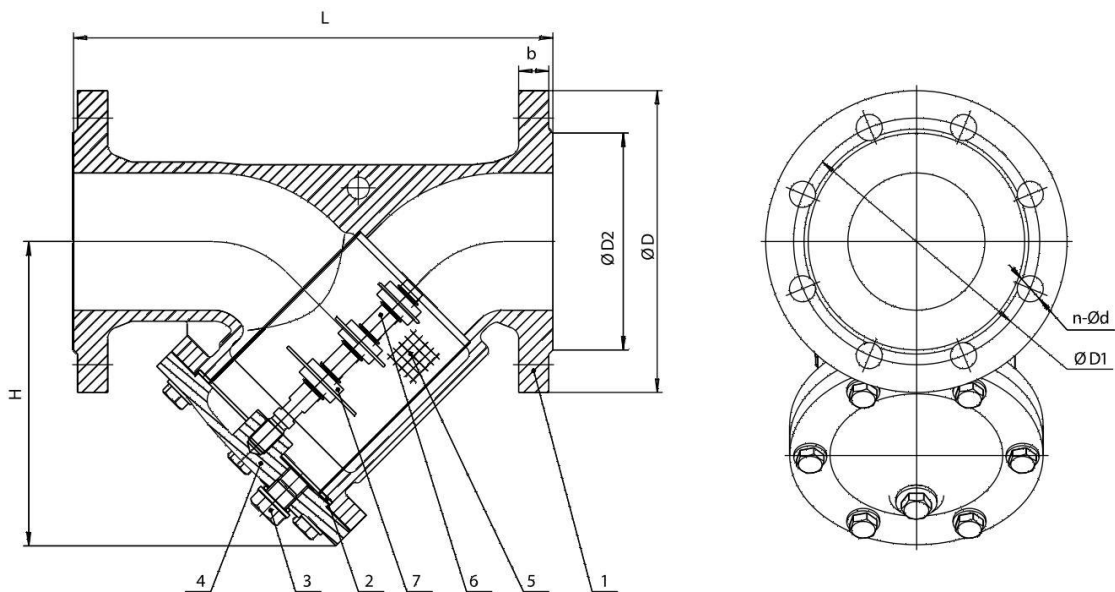

Рис. 1
1.3.1. Основные элементы конструкции фильтра приведены в табл.1, на рис.1.
1.3.2. Принцип действия фильтра основан на улавливании механических примесей внутренней поверхностью фильтрующего элемента (сетки (5) с осаждением этих примесей на дне осадочной камеры (4) корпуса (1) с крышкой (4) и ферромагнитных включений наружной поверхностью магнитов (7), расположенных на стержне (6) (рис.1).